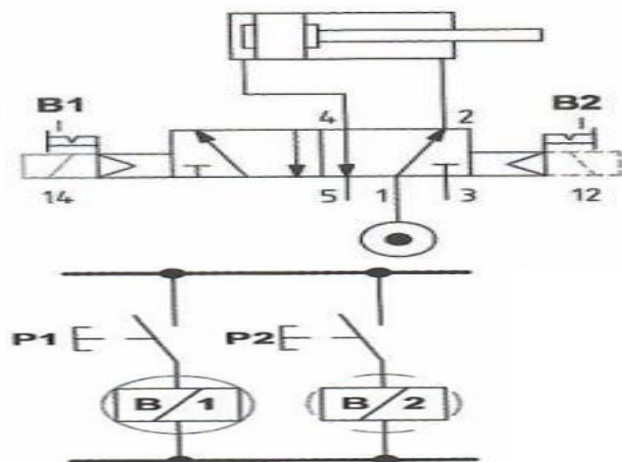

Рисунок 1 Пневматическая и электрическая принципиальная схема
1 Опыт. Собрать электропневматическую схему. (Рисунок 1)
- внимательно ознакомиться с общими сведениями и содержанием задания; оформите в тетради тему, цель, рисунок 1, Составьте электропневматическую схему и покажите преподавателю Соберите схему на стенде. Ответьте на контрольные вопросы. Сделайте вывод по работе.